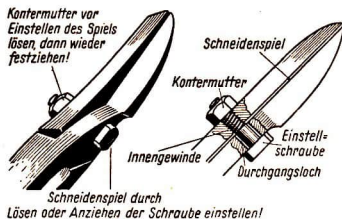

Bild 12
9. Was geschieht, wenn du den Bolzen zu fest anziehst (Bild 12)?